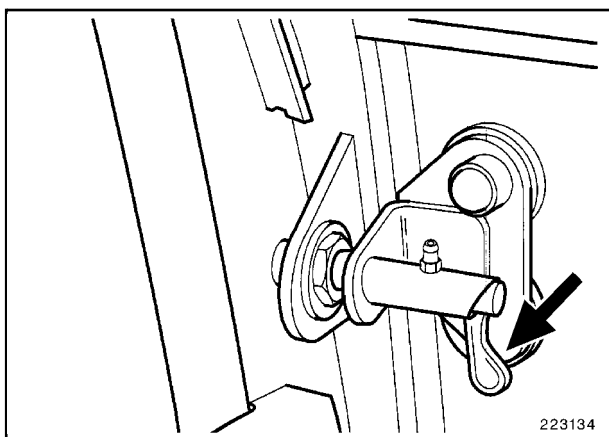

Fig. 12
- Soltar los dos dispositivos de enclavamiento en el lado derecho y el lado izquierdo del cristal. Girar las palanquitas (Fig. 12) para tal fin por 180 hacia arriba.